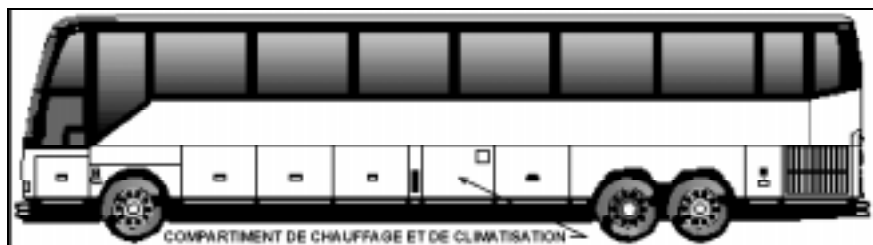

FIGURE 1: H3-45
- Ouvrir la porte du compartiment de chauffage et de climatisation (voir la fig. 1).